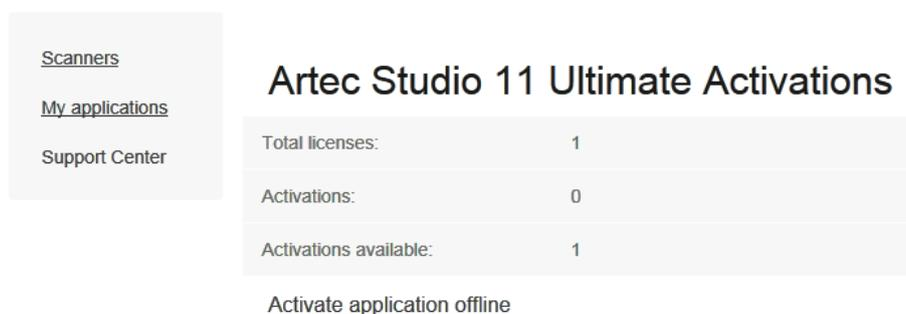

Рис. 4.15: Офлайн-активация на *my.artec3d*.
5. Найдите Artec Studio и нажмите на соответствующую ссылку. Появится новая страница, как показано на Рис. 4.15.